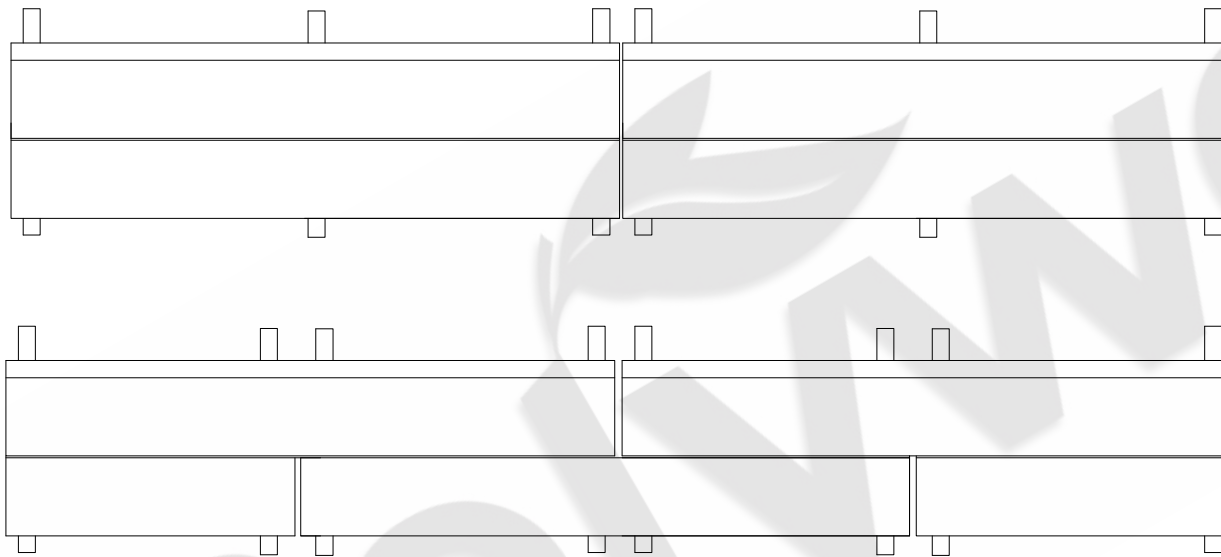

Рис. 7 Варианты укладки
- Сайдинг допускает возможность укладки прямой и палубной раскладкой. (Рис.7)